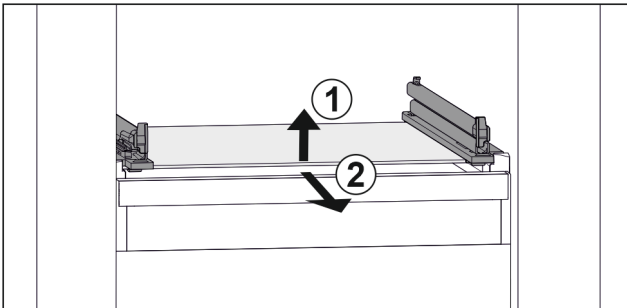

Fig. 62 Приблизне відображення скляної пластини
- ▶ Підняти скляну пластину спереду. Fig. 62 (1)
- ▶ Вийняти скляну пластину рухом вперед. Fig. 62 (2)